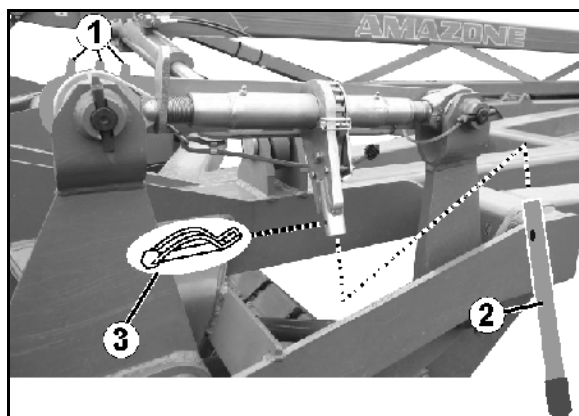

Bild 56
Centaur Super, Bild 56
Skalan är till hjälp vid inställning av spindlarna till samma längd (**Bild 56/1**).
2. Lås spaken (**Bild 56/2**) på låsmekanismen (**Bild 56/3**) med hjälp av en ringsprint (**Bild 56**).